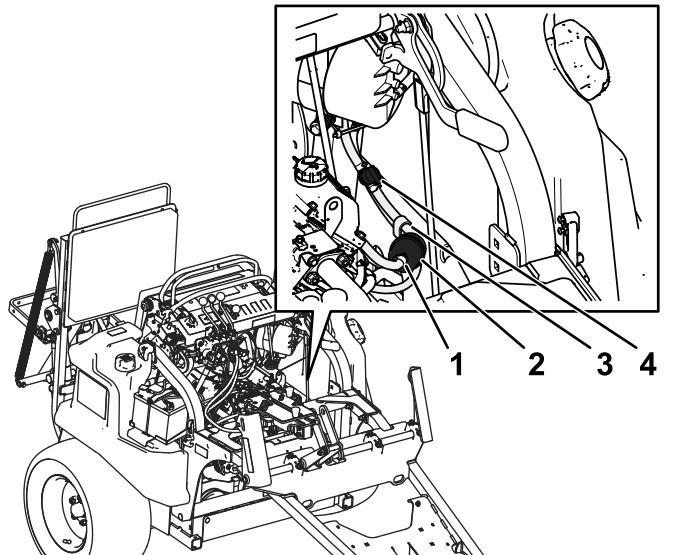

Figure 85
8. Raccordez les conduites d'alimentation de chaque côté du filtre avec des colliers (Figure 85).
9. Pincez les extrémités des colliers et éloignez les colliers du filtre (Figure 85).